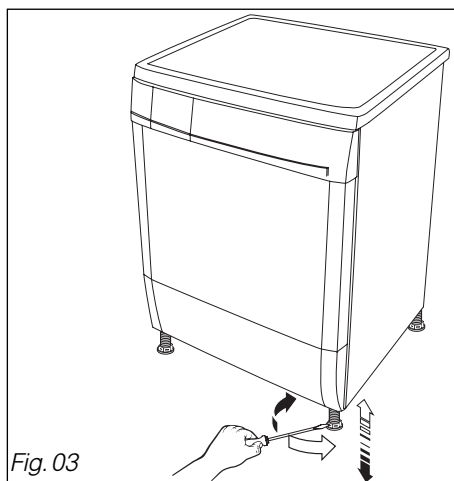

Fig. 03
Votre sèche-linge est équipé de 4 pieds réglables (Fig.03). Pour régler son horizontalité et sa stabilité :
- En fonction de la configuration du sol, vissez ou dévissez, à l'aide d'une clé ou d'un tournevis, un ou plusieurs pieds pour le ou les régler en hauteur (Fig.03).